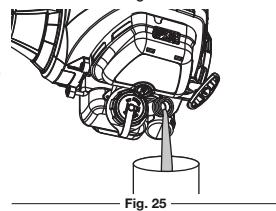
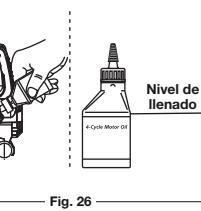

Fig. 25
Fig. 26
2. Vierta el aceite del orificio de llenado de aceite en un recipiente inclinando la unidad hacia un lado (Fig. 25). Deje suficiente tiempo como para completar el drenaje.
**NOTA:** Use la botella y la boquilla que guardó del uso inicial para medir la cantidad correcta. El nivel de 90 ml (3,04 onzas) está aproximadamente en la parte superior de la etiqueta de la botella (Fig. 26). Mida el nivel con la varilla de medición. Si el nivel está bajo, agregue una pequeña cantidad de aceite y vuelva a medir (Fig. 25). No lo llene demasiado.